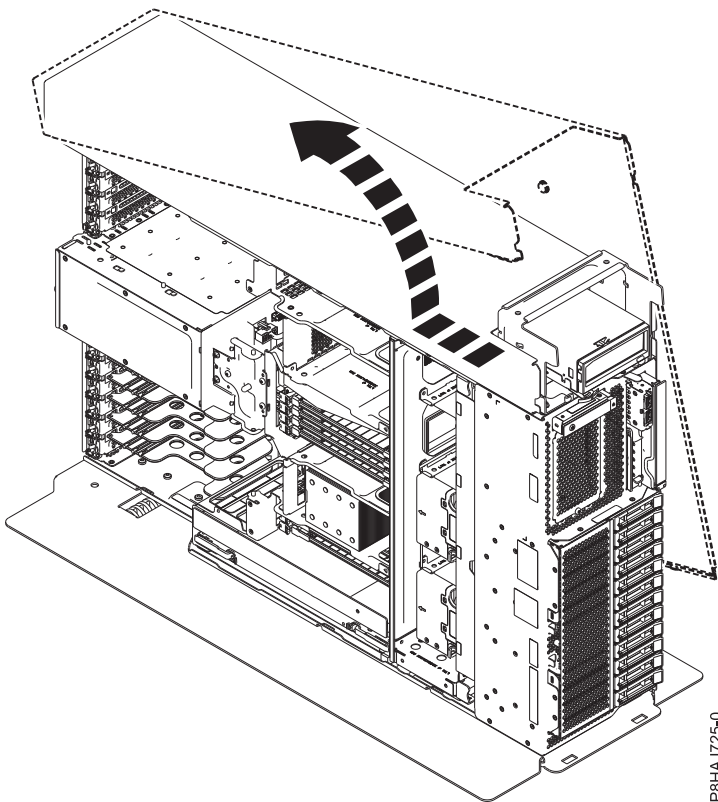

Figure 32. Retrait du capot latéral du système 8286-41A
5. Séparez le capot latéral du système en le faisant coulisser dans la direction indiquée figure 32.